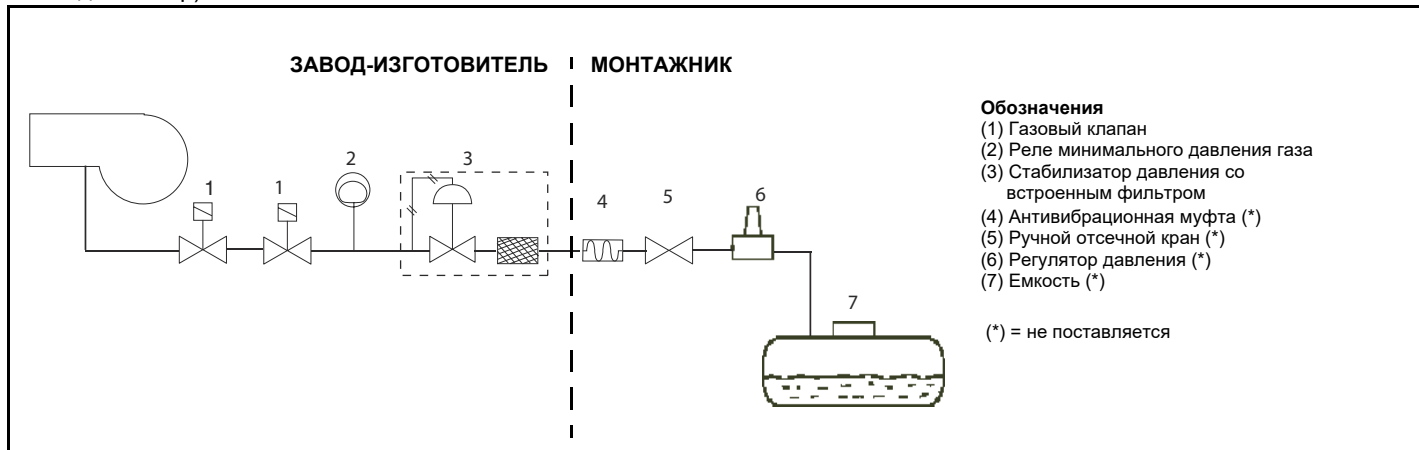

Рис. 12
**ВНИМАНИЕ:** после монтажа газовой рампы согласно схеме на Рис. 12, необходимо провести тестирование на герметичность газового контура, согласно требований действующих нормативов.